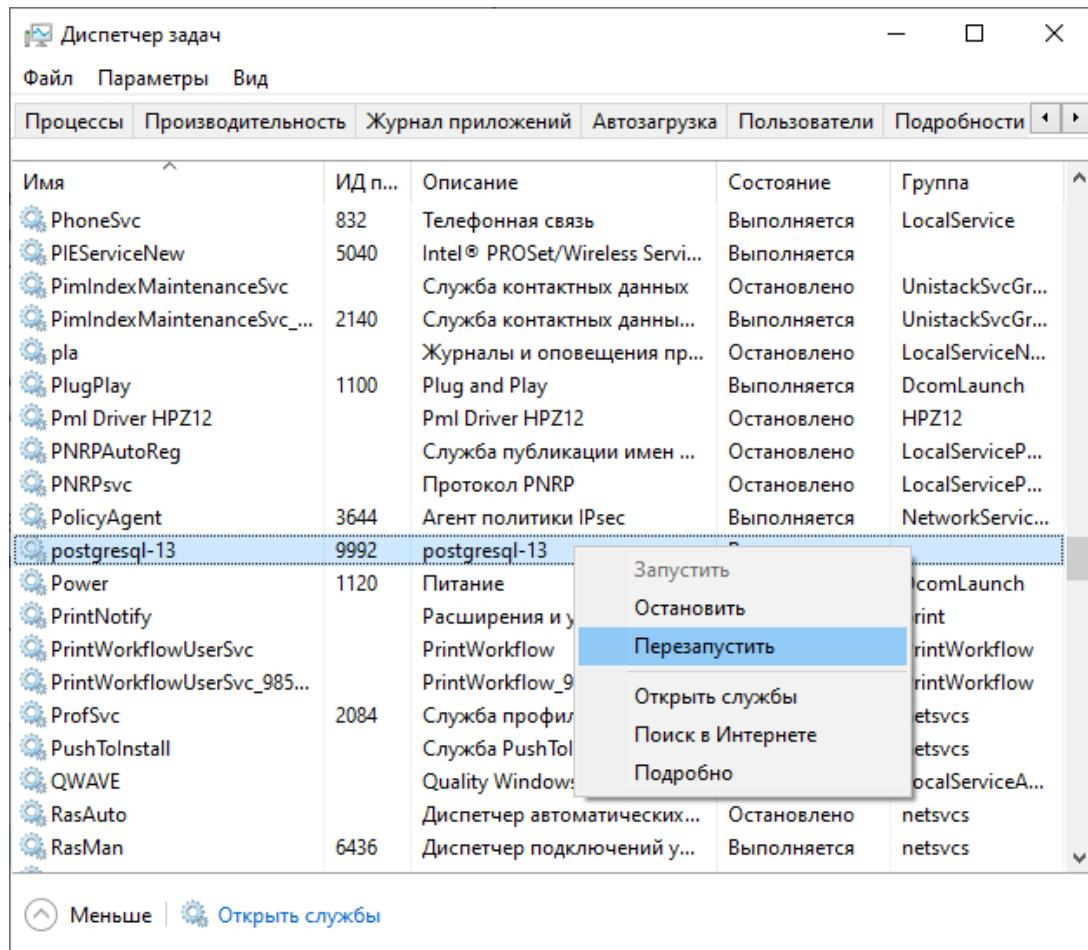

Рисунок 15 - Перезапуск службы postgres
8. Перезапустите службу `postgres` в диспетчере задач Windows (Рисунок 15).